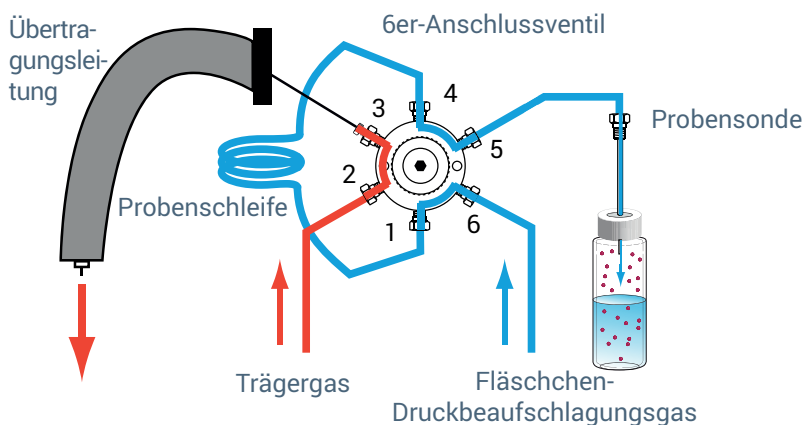
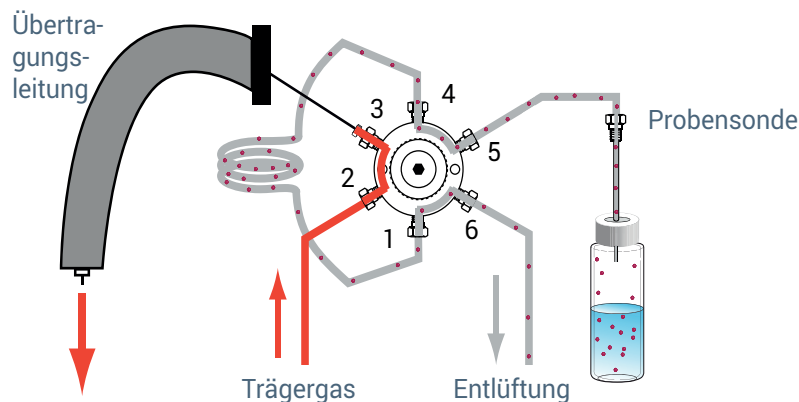
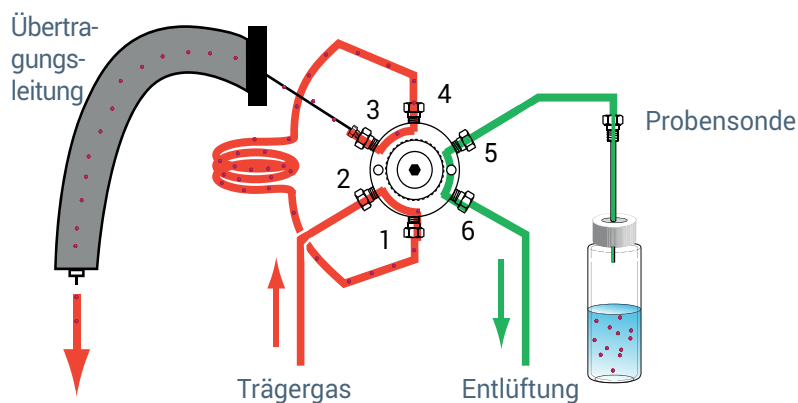
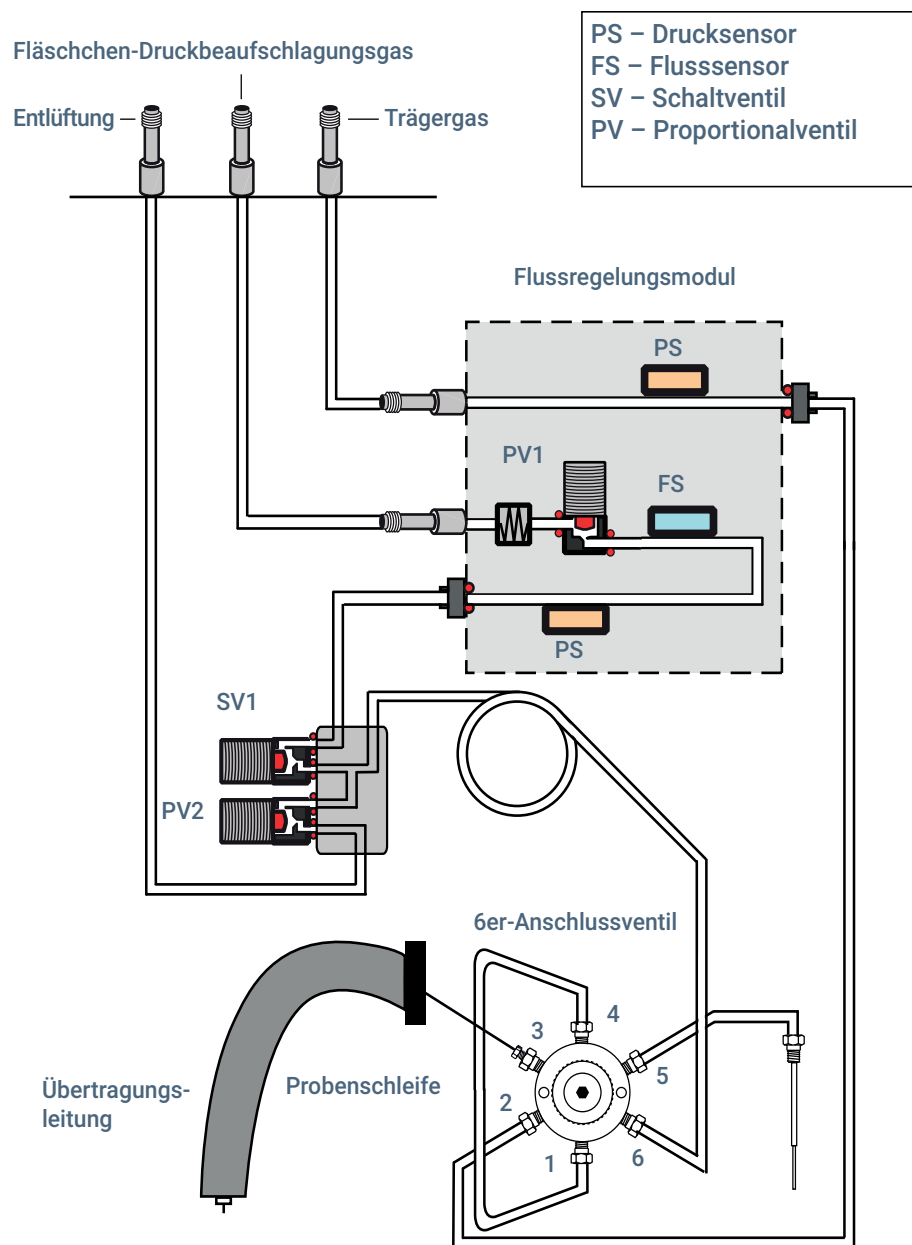

Abb.18. Fläschchen-Druckbeaufschlagung
Abb.19. Befüllen der Probenschleife
Abb.20. HS-Injektionszyklus
Abb.21. HS-Probengeberabläufe
Der HS bietet mehrere Techniken zur Druckbeaufschlagung eines Probenfläschchens. Zusätzlich zum einfachen Aufheizen des Fläschchens, was an sich genügend inneren Druck erzeugen kann, bietet der HS zusätzliches Gas, um bei der Extraktion zu unterstützen. Dieses Gas kommt über die Armatur **Vial Pressure (Fläschchendruck)** auf der Rückseite des HS und kann sich vom Trägergas unterscheiden, das zur Bewegung der Probe zur Säule verwendet wird. Während die Standardmethode für die Fläschchen-Druckbeaufschlagung häufig ausreichend ist, können bei einigen Anwendungen alternative Techniken hilfreich sein. Siehe **Abbildung 18** unten.
Nachdem das Fläschchen druckbeaufschlagt und stabilisiert wurde, führt der HS die festgelegten Extraktionen durch. Das 6er-Anschlussventil schaltet um und ermöglicht die Entlüftung der druckbeaufschlagten Probe durch die Probenschleife. Wenn die festgelegten Bedingungen erfüllt sind, gilt die Schleife als befüllt. Siehe **Abbildung 19** unten.
**Abbildung 20** zeigt die grundlegenden Flusspfade während eines Injektionszyklus, wobei die Probenschleife in den GC gespült wird.
In **Abbildung 21** finden Sie ein Diagramm der Flusspfade innerhalb des HS-Probengebers.
In diesem Modus führt der HS eine Extraktion und eine Injektion pro Fläschchenpunktur durch. Nach der Gleichgewichtseinstellung der Fläschchen überprüft der HS die Systembereitschaft. Ist das System bereit oder falls die Bereitschafts-Sequenzaktion fortgesetzt wird, punktiert der HS das Fläschchen. Der HS druckbeaufschlagt das Fläschchen und extrahiert die Probe daraus gemäß den Methodenparametern. Siehe **Abbildung 18** und **Abbildung 19**. Nach jeder Gleichgewichtseinstellung der Probenschleife wechselt das HS 6er-Anschlussventil in die Injektionsposition, der HS injiziert die Probe und der HS senden einen Startbefehl an den GC. Gleichzeitig entlüftet der HS den Restdruck aus dem Fläschchen (optional). Nachdem die Injektionszeit abgelaufen ist, kehrt das 6er-Anschlussventil in seine Ursprungsposition zurück. Das Probenfläschchen wird aus der Sonde entnommen und kehrt in das Karussell und anschließend in den Teller zurück.
In diesem Modus führt der HS mehrere Extraktionen und Injektionen bei einer Fläschchenpunktur durch. Siehe **Abbildung 19** und **Abbildung 20**. Nach der Gleichgewichtseinstellung der Fläschchen überprüft der HS die Systembereitschaft. Ist das System bereit oder falls die Bereitschafts-Sequenzaktion fortgesetzt wird, punktiert der HS das Fläschchen. Der HS druckbeaufschlagt das Fläschchen und extrahiert die Probe daraus gemäß den Methodenparametern. Die Probenschleifenentlüftung wird geschlossen. Das Fläschchen bleibt auf der Sonde. Nach jeder Gleichgewichtseinstellung der Probenschleife wechselt das HS 6er-Anschlussventil in die Injektionsposition, der HS injiziert die Probe und der HS senden einen Startbefehl an den GC. Gleichzeitig entlüftet der HS den Restdruck aus dem Fläschchen (optional). Nachdem die Injektionszeit abgelaufen ist, kehrt das 6er-Anschlussventil in seine Ursprungsposition zurück. Das Fläschchen bleibt auf der Sonde. Wenn die **GC Cycle time (GC-Zykluszeit)** abgelaufen ist, überprüft der HS wieder die Bereitschaft des Systems. Wenn das System bereit ist oder die Bereitschafts-Sequenzaktion fortgesetzt wird, führt der HS die nächste Druckbeaufschlagung, Extraktion und Injektion durch und startet den Lauf. Der Vorgang wiederholt sich, bis alle Extraktionen und Injektionen durchgeführt sind.
Verwenden Sie diesen Modus, um die Probe im GC zu konzentrieren. Üblicherweise erfordert dieser Modus einen beliebigen Filter zur Probenkonzentration. (Der Filter könnte ein optionales externes Gerät oder ein Einlass wie der Agilent Multimodus-Einlass sein). Siehe **Abbildung 20** und **Abbildung 21**.